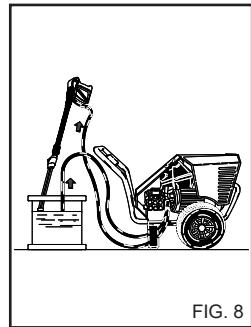

FIG. 8
Bed forhandleren om katalo-get over de rengøringsmidler som kan anvendes afhængig af arten af det pågældende vaskearbejde og den overfla-de type der skal behandles. Efter brug af rengøringsmi-dlet, skal rengøringsmiddel-indtaget skylles ud med rent vand. (Fig. 8).
1) Efter brug sammen med rengøringsmidlet skal højtryksvandsystemet skyldes omhyggeligt: Lad pumpen være aktiveret i 1 minut, mens doseringshansen er fuldstændigt lukket. (fig. 8).
4) Efter anvendelse med sæbe skal sugekredsløbet skyllies. Sæt slangen til sæbeindsugning (fig. 8) ned i en dunk med rent vand og lad pumpen køre i ca. 1 minut med spulerøret i sæbetsætningsfunktion.